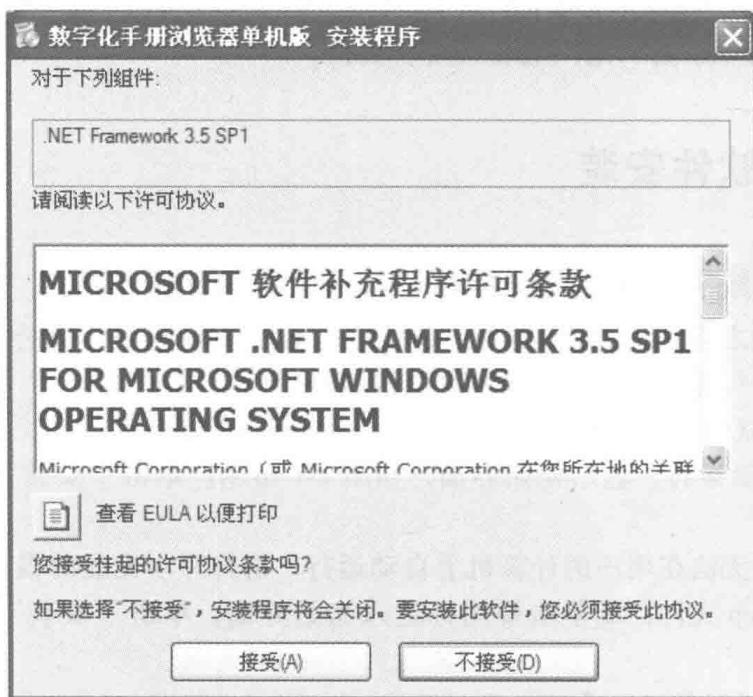

图 1-2 .NET 组件安装
- 3) 计算机提示是否接受安装“.NET Framework 3.5SP1”组件，如图 1-2 所示。